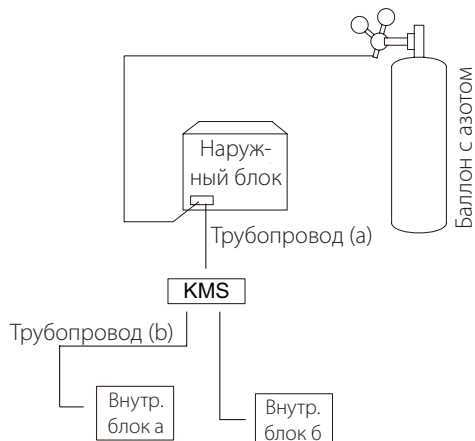

Рис. 5-16
- б) Припаяйте трубопроводы хладагента и рефнеты между наружными блоками и коробкой KMS (трубопровод (а) на рис. 5-16), но не присоединяйте трубопровод (а) к коробке KMS.
- г) Припаяйте трубопровод хладагента и рефнеты соединения между коробкой KMS и внутренними блоками (трубопровод (б) на рис. 5.16), но не присоединяйте трубопровод (б) к коробке KMS.